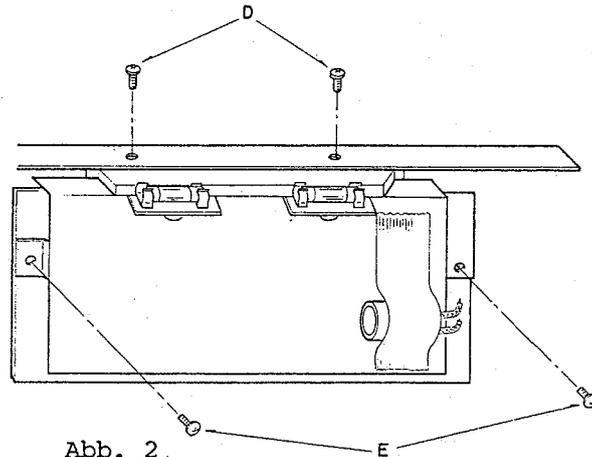

Abb. 2
- 6) Drehen Sie zwei Befestigungsschrauben heraus und nehmen Sie die Lampe auseinander (in Abb. 2 mit D gekennzeichnet).
- 7) Nehmen Sie für den Abbau der Frequenz-Leiterplatte zwei Befestigungsschrauben heraus (in Abb. 2 mit E gekennzeichnet).